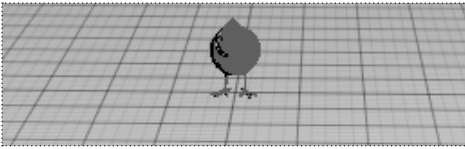

Рис. 10.10
7. По умолчанию размер птицы очень мал. Мы увеличим размер объекта [Рис. 10.10].